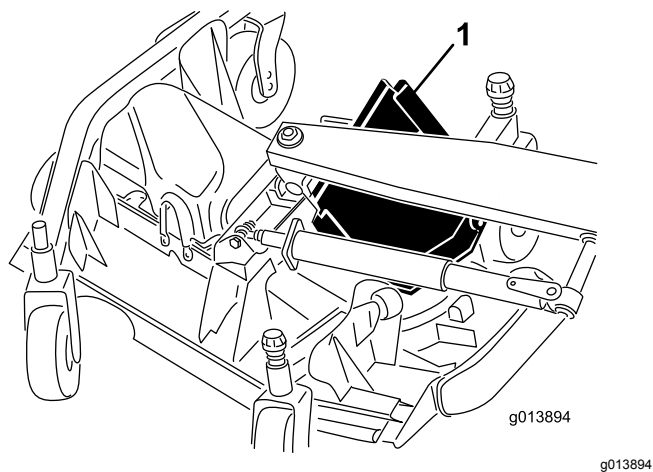

Figura 85
6. Levante el borde delantero y guíelo entre el brazo de elevación y el rodillo para retirarlo (Figura 85).